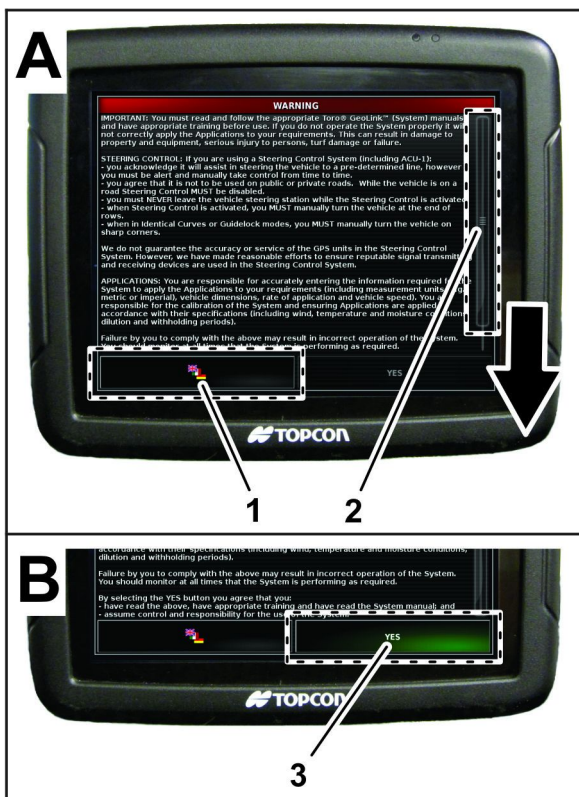

Bild 14
1. Tippen Sie ggf. auf das Sprachen-Symbol, um die Sprache für das X-25-Display zu ändern (Bild 14).
3. Lesen Sie die EULA (Bild 14).
Navigieren Sie mit der Bildlaufleiste zum Ende des Bildschirms. Das Yes-Symbol ändert sich zu grün (Bild 14).
4. Tippen Sie auf das YES-Symbol, um den Homebildschirm anzuzeigen (Bild 14).